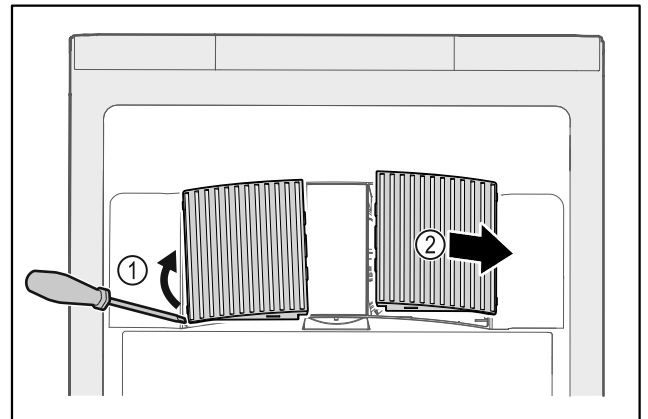

Fig. 172
- Ventilatorabdeckungen vorsichtig von der Seite heraushebeln Fig. 172 (1) und nach vorne abnehmen Fig. 172 (2).